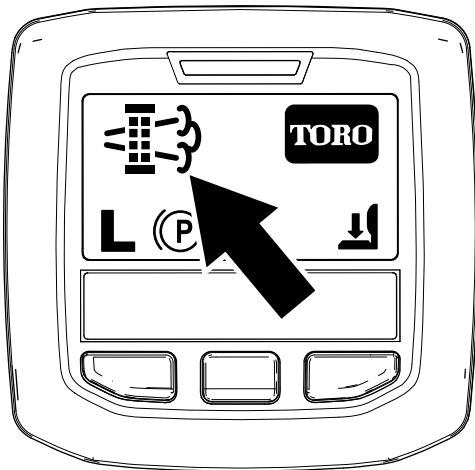

Figura 48
- Când computerul motorului solicită fie o regenerare în stare de parcare, fie o regenerare de recuperare, pictograma privind solicitarea de regenerare (Figura 48) este afiată în InfoCenter.